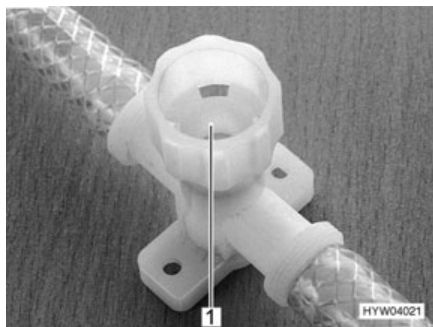

Fig. 139 Llave de desagüe para calentador Therme
- Cerrar la llave de desagüe. Para ello, girar el capuchón (Fig. 139,1) en sentido de las agujas del reloj.
- Abrir la llave de desagüe del calentador Therme. Para ello, girar el capuchón (Fig. 139,1) en sentido contrario a las agujas del reloj.